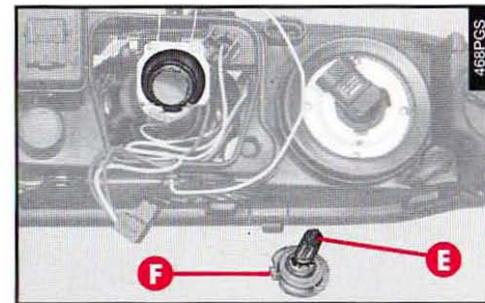

fig. 36
– Sortir l'ampoule (**E-fig. 36**) et la remplacer.